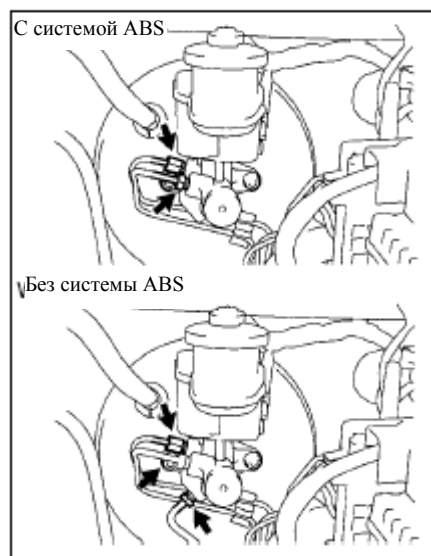

Рис. 256
- (1) Отсоедините разъем датчика предупреждения о недостаточном уровне тормозной жидкости.
- (2) Снимите хомут, отсоедините шланг гидропривода сцепления (ручная коробка передач).
- (3) Отсоедините два тормозных шланга от главного тормозного цилиндра с помощью специального инструмента (для автомобилей с системой ABS).(рис. 256)
- (4) Отсоедините три тормозных шланга от главного тормозного цилиндра с помощью специального инструмента (для автомобилей без системы ABS). (рис. 256)